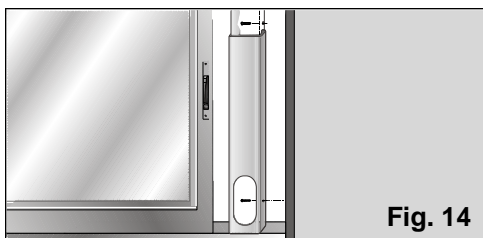

Fig. 14
- ❑ Om dit vast te zetten op het raam of het balkon beschikt u over twee laterale gaatjes. Met twee schroefjes (niet bij het onderdeel geleverd) kan de gebruiker de gleuf vast zetten op de raampost of vastmaken aan de muur zonder dat er gevaar bestaat dat de gleuf zich verplaatst of kan vallen, **Fig. 14**